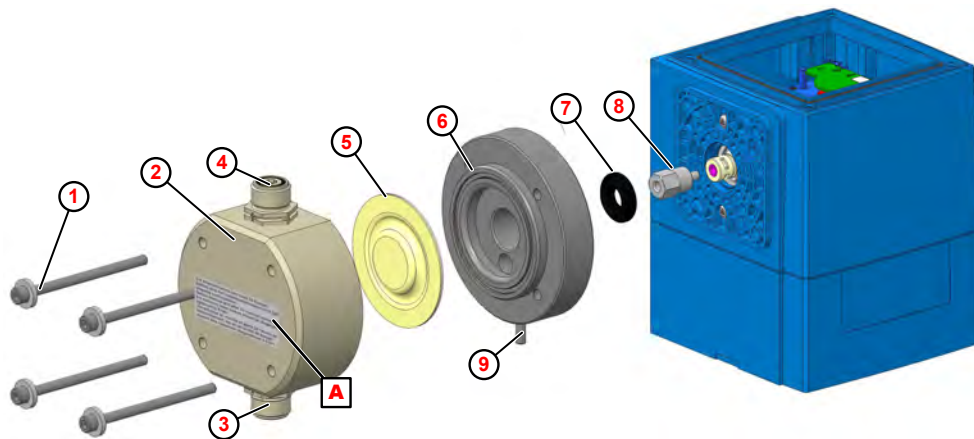

Fig. 104 : Remplacement de la partie supérieure de la pompe, de la membrane et de la membrane de protection
1. ➤ Dévisser les soupapes d'aspiration et de refoulement (Fig. 104 , ③ et ④).
2. ➤ Desserrer les vis de la partie supérieure de la pompe ① et les déposer.
3. ➤ Déposer la partie supérieure de la pompe ② .
4. ➤ Dévisser la membrane ⑤ .
5. ➤ Retirer la plaque intermédiaire ⑥ .
6. ➤ Retirer la membrane de protection ⑦ .
8. ➤ Poser la plaque intermédiaire de telle sorte que l'évacuation pour rupture de membrane ⑨ soit dirigée vers le bas.